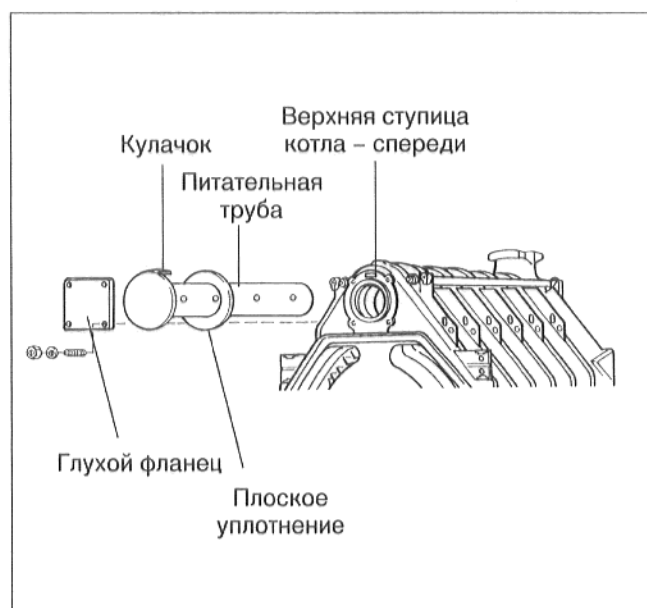

Рис. 19
- Надеть плоское уплотнение на питающую трубу (рис. 19).
- Вставить питающую трубу соответственно изображению на рис. 19, с передней стороны, в верхнюю ступицу котла.
- Кулачок (рис. 19) у заглушки питающей трубы должен войти в выемку в верхней ступице котла. Таким образом питающая труба фиксируется так, что выпускные отверстия питающей трубы находятся в горизонтальном положении. Это обеспечивает оптимальное распределение воды в верхней части ступицы котла.